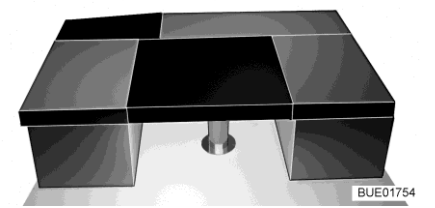

Bild 156 Efter ombyggnaden
- Lägg den rektangulära extra dynan på bordet (mellan sittbänkarnas sittedynor, se Bild 156).